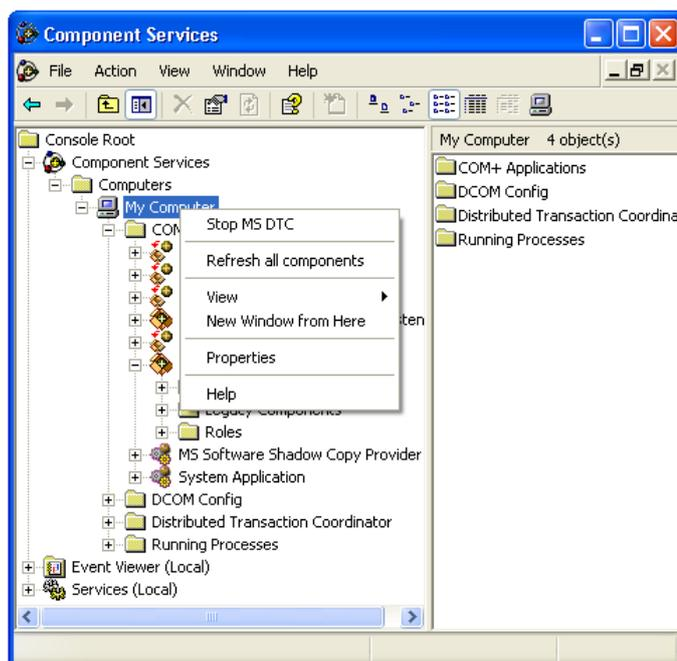

Рисунок 12 - Окно утилиты конфигурации служб компонент
- 3 В контекстном меню (вызываемом правой клавишей мыши на элементе **Мой компьютер**) выбрать **Свойства** (**Properties**). (рисунок 12).